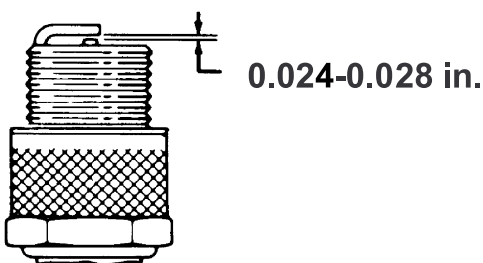

Figura 27
3. Assegure-se de que a folga de ar está correcta (Figura 27).